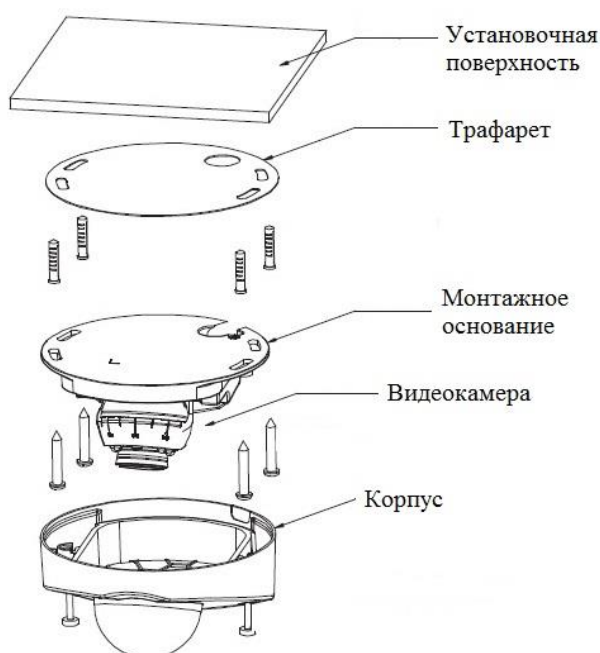

Рисунок 5.2
5.6 Прикрепите монтажное основание видеокамеры к установочной поверхности (рис.5.2).